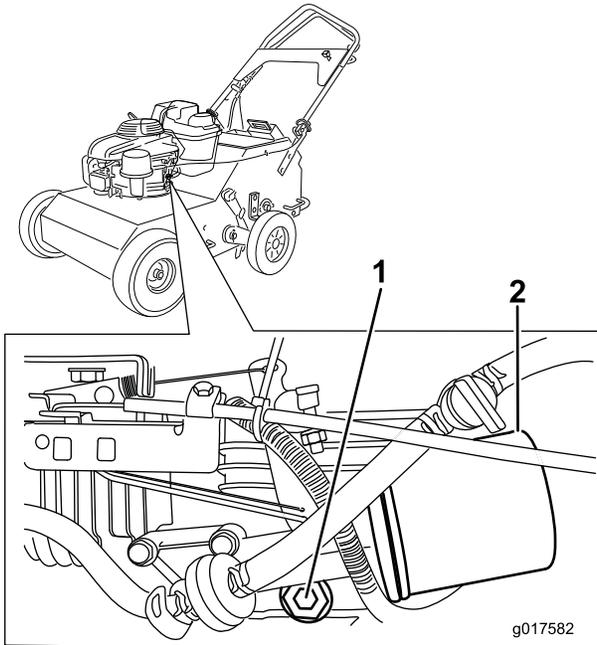

Figure 21
6. Enlevez le bouchon de vidange (Figure 21) et inclinez la machine pour vidanger l'huile dans le bac.
2. Placez un chiffon sous le filtre à huile (Figure 21) pour recueillir l'huile qui peut s'écouler lors de la dépose du filtre.